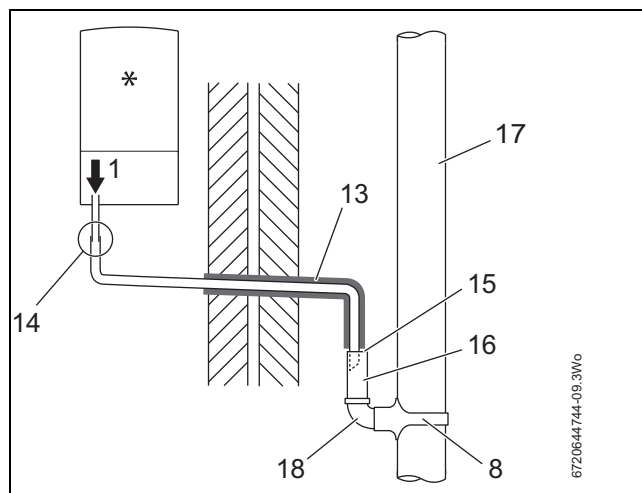

Fig. 11 Eliminación de condensado en un tubo de caída de aguas pluviales
- Véase la fig. 11 en la que se utiliza una tubería de bajada para eliminar el condensado.